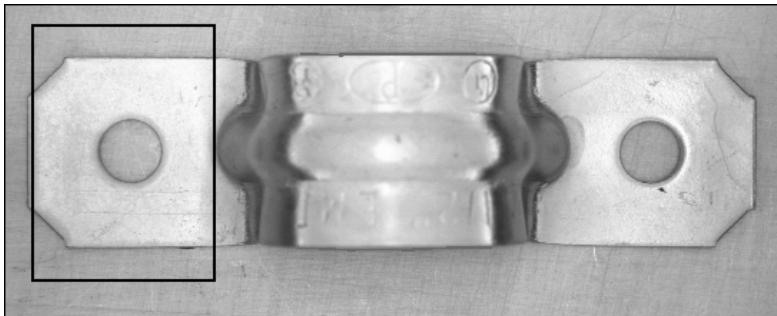

図 4-3. 最初の検出範囲を選択する
14. **長方形ツール**を使用して、図 4-3 に示すように、プラケットの左側に ROI を描きます。描画する領域はテンプレート画像よりも大きく、解析する他の画像内のテンプレートのすべての可能な位置を囲むのに十分なサイズであることを確認してください。